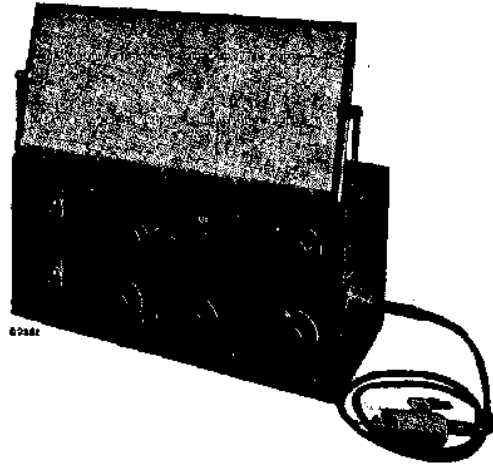

Fig. 1
1. Oscillator type G.M. 2880F (fig. 1) met kunst-antenne (voor de 53 A uitsluitend de aansluiting zonder roode punt gebruiken).